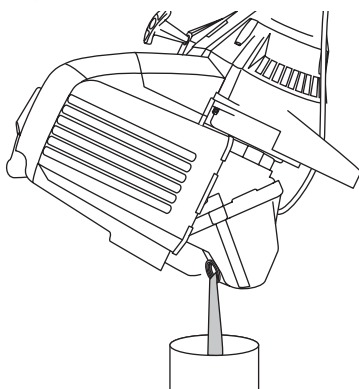

Fig. 24
3. Versez l'huile de l'orifice de remplissage dans un récipient en inclinant l'appareil à la verticale (Fig. 24). Allouez assez de temps pour une vidange complète.